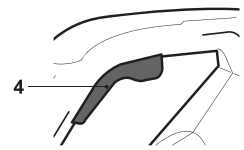

Fig. 15
- > Appuyez sur l'interrupteur marche/arrêt [4] pour mettre en route l'appareil (Fig. 15).